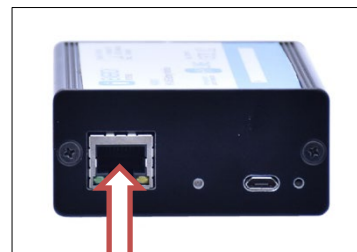

Figure 1
- Connect the Ethernet (RJ45) cable as shown in *Figure 1*.
Verbinden Sie ein Ethernetkabel wie in Bild 1.